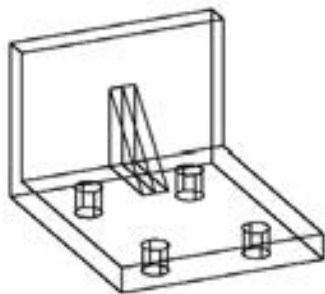

图 17.11.10 三维拉伸实体对象——四个圆柱体
Step5. 创建图 17.11.10 所示的三维拉伸实体对象——四个圆柱体。